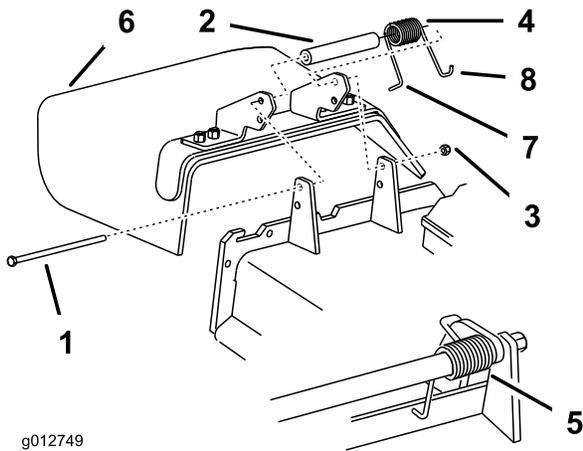

図 88
1. デフレクタをピボット・ブラケットに固定しているロックナット、ボルト、スプリング、スペーサを外す (図 88)。デフレクタを取り外す。
**注** ボルトを取り付ける前に、スプリングの L 字形フックが、図 88 のようにデッキのエッジの後ろに取り付けられていることを確認してください。
3. ボルトとナットを取り付ける。スプリングの右側の J 字形フックを、デフレクタに引っ掛ける (図 88)。